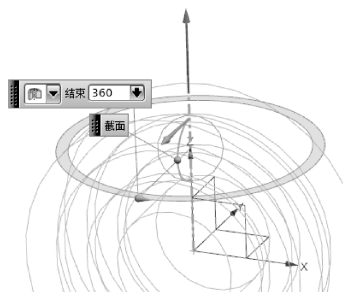

图 6-24 选择旋转轴
- 07 完成草图后，选择 Z 轴作为旋转轴，如图 6-24 所示，单击【确定】按钮，完成回